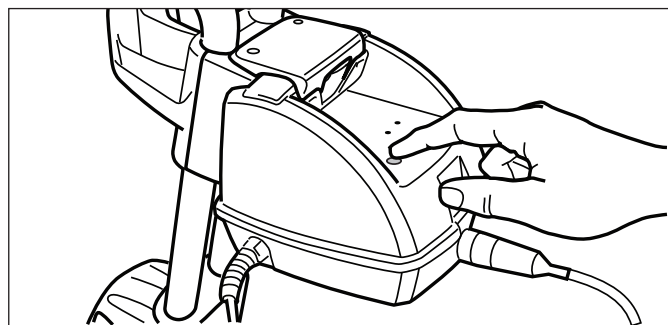

Figura 16. Encendiendo el limpiafondos
1. Para iniciar el limpiafondos 9300 Sport, pulse el botón del programa de limpieza "Ciclo I", este ciclo de limpieza es primariamente para piscinas empotradas. Si se prefiere un ciclo alternativo, pulse "Ciclo II". Vea la Figura 16. La luz indicadora se ilumina y el limpiafondos se encenderá después de sólo unos segundos. Cuando el limpiafondos este encendido, éste permanecerá en espera hasta que se pulse el botón de Ciclo I.